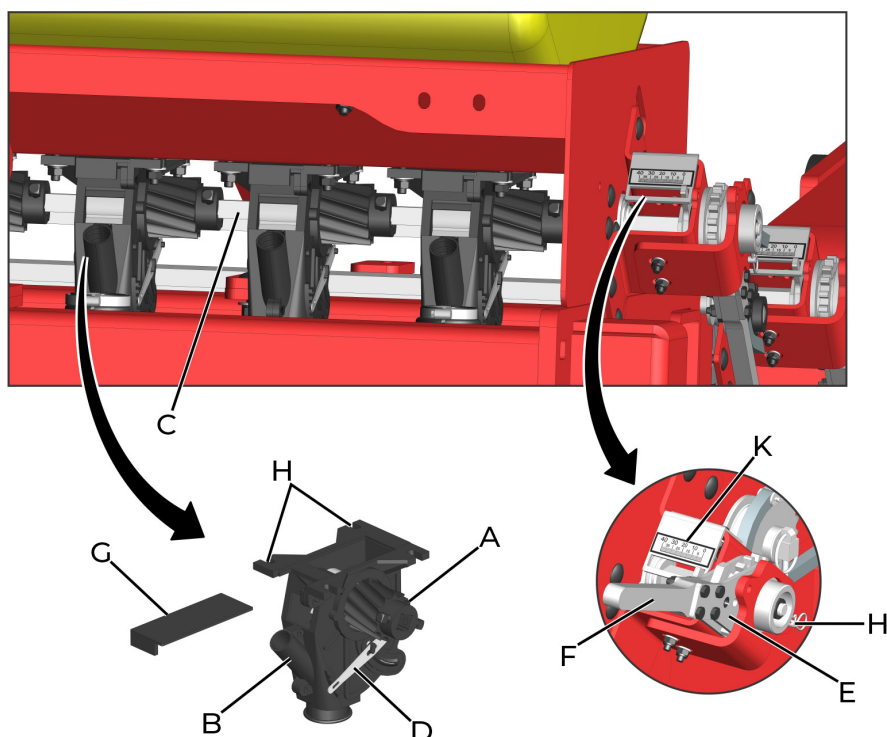

fig. 12
Para evitar la pérdida de semillas cuando se transporta la sembradora a otra zona, cierre todas las tapas (G) (fig. 12) de las cajas de distribución.
La base para fijar las cajas de distribución tiene orificios alargados (H) (fig. 12) para su desplazamiento lateral y están fijadas de tal manera que cuando se cierra la regulación (posición de escala cero (K), todos los rotores también deben estar igualmente cerrados, proporcionando el mismo flujo en todas las cajas y rotores.